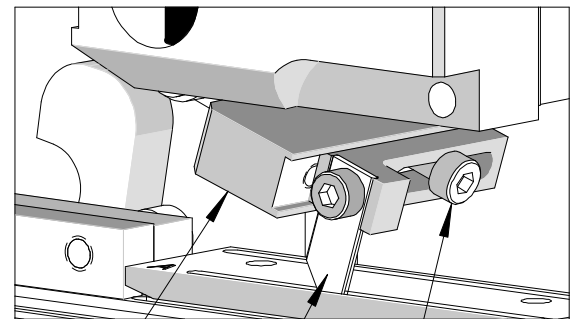

Figura 2-11
- Usando una llave hexagonal de 2.5 mm, afloje los M3 SHCS ubicados en el soporte del dedo alimentador. Mientras sujeta levemente hacia abajo la palanca del dedo alimentador, deslice el dedo alimentador hasta la posición deseada. Véase la figura 2-11.